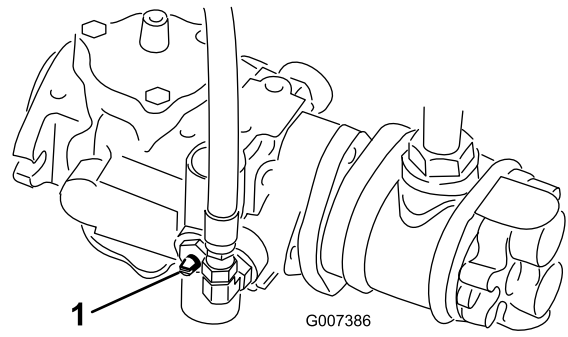

Bild 40
2. Schließen Sie vor dem Starten des Motors das Sicherheitsventil. Drehen Sie den Schlitz des Ventils in die horizontale Stellung (Bild 40). Starten Sie den Motor nie, wenn das Ventil noch offen steht.
1. Ermitteln Sie das Sicherheitsventil an der Pumpe und drehen Sie es, sodass der Schlitz vertikal ist (Bild 40).